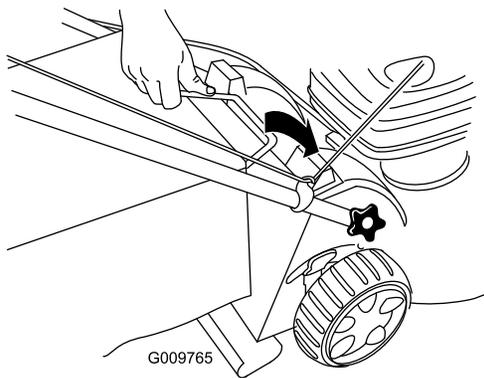

Bild 23
1. Setzen Sie den Mulchverschluss (Bild 22) oder den Fangkorb (Bild 23) an der Maschine ein.